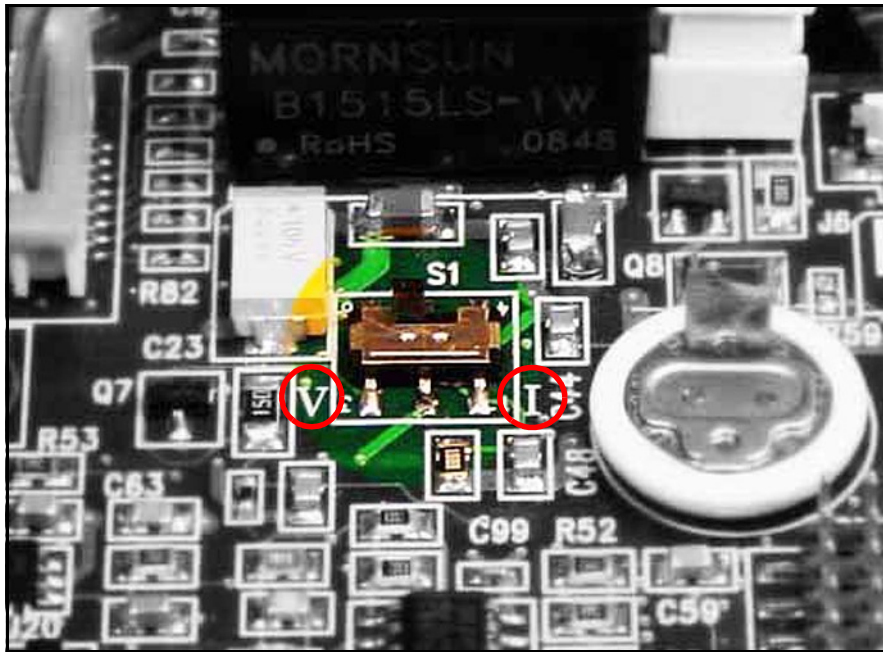

Figura 8: Interruptor S1 en la placa de circuitos principal
Complete estos pasos para verificar o restablecer el interruptor **S1** (vea la *Figura 8 en la página 6*):
6. Ubique el interruptor **S1** (vea el área resaltada en la *Figura 8* a continuación).